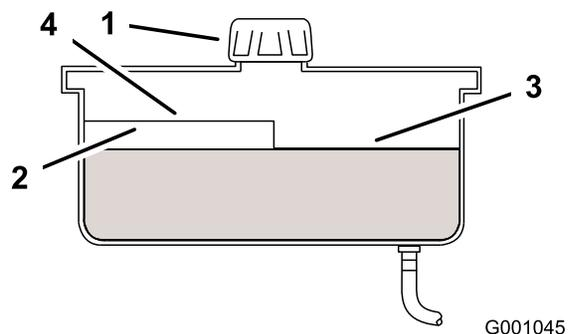

Figure 58
- Nettoyez la surface autour du bouchon et du goulot de remplissage du réservoir hydraulique (Figure 58).
- Vérifiez le niveau d'huile à l'intérieur du réservoir (Figure 58).
Remarque: Lorsque l'huile est chaude, elle doit atteindre le haut du repère "à chaud" sur le déflecteur (Figure 58).